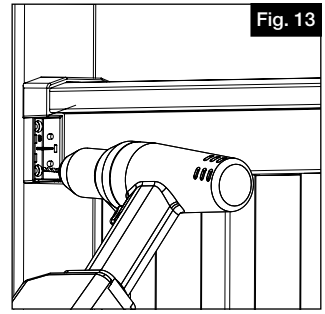

Fig. 13
- ii. Répéter le processus de perçage d'avant-trous pour les trois autres vis (Fig. 13).